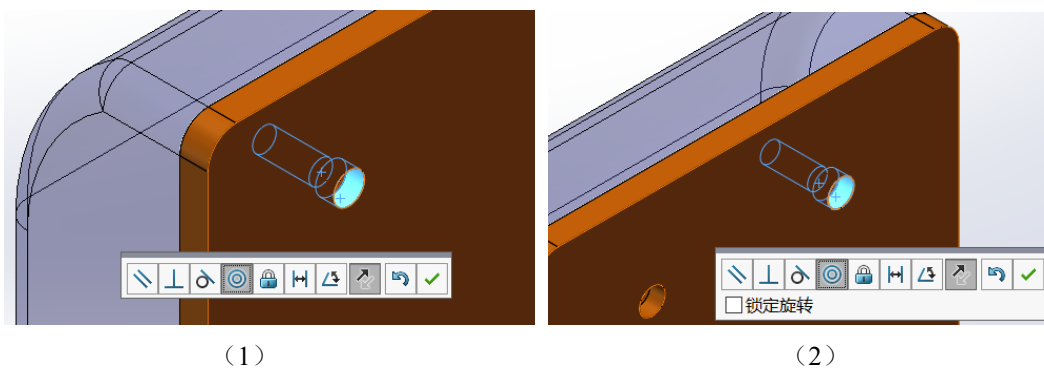

图 4-40 添加“同轴心”配合
- 如图 4-40 (1) 和图 4-40 (2) 所示，分别定义两孔“同轴心”配合。